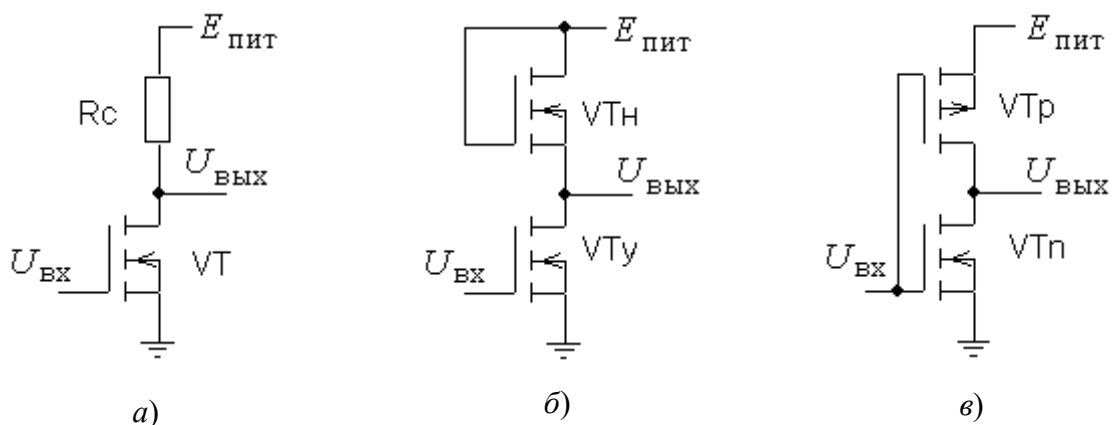

Рис. 8. Ключевые схемы на основе полевых транзисторов.
1. Собрать схему инвертора на одноканальных полевых транзисторах (рис. 8,б). Параметры транзисторов установить в соответствии с подготовкой к работе.
1. Собрать схему инвертора на КМОП транзисторах (рис. 8,в). Установить следующие параметры моделей транзисторов: